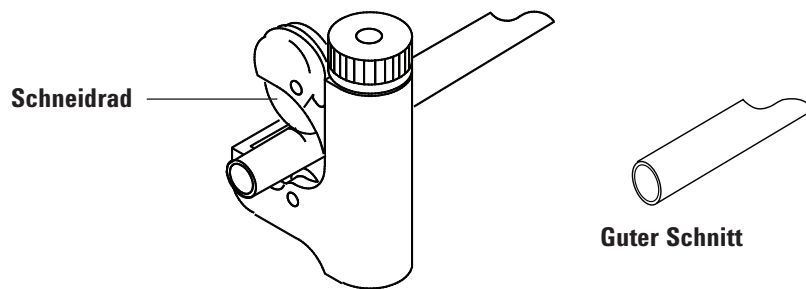

Abbildung 8. Typischer Leitungsschneider
- 2 Schneiden Sie die Leitungen mit einem Leitungsschneider auf Maß. Siehe **Abbildung 8**.